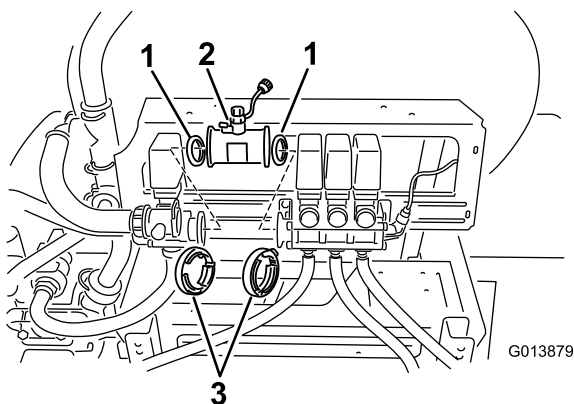

Рисунок 6
стрелка направления потока указывала в сторону трех клапанов стрел (Рисунок 6).
- A. Установите имеющуюся прокладку на ту сторону расходомера, которая состыковывается с клапаном перемешивания (Рисунок 6).